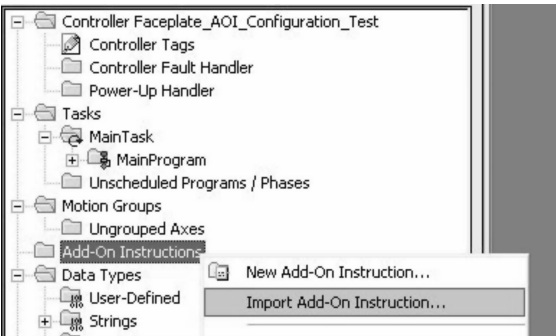

图 24-13 导入操作
3) 单击“导入”（Import）按钮，完成导入操作，如图 24-13 所示。